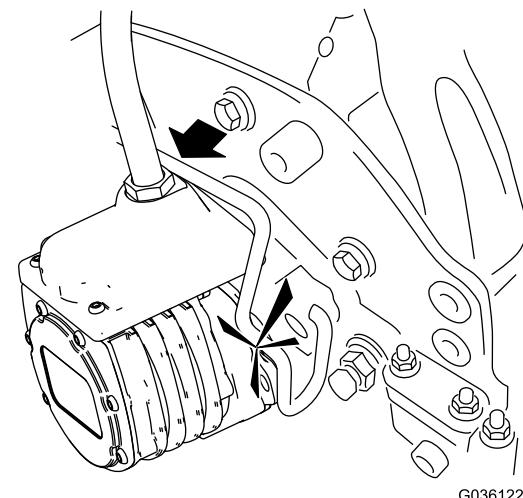

Figure 70
5. Enduissez de graisse propre l'arbre cannelé du moteur de l'unité de coupe (Figure 70).
6. Insérez le moteur dans le côté gauche de l'unité de coupe (vu par rapport à la position de l'utilisateur) et tirez la barre de retenue du moteur, située sur l'unité de coupe, vers le moteur jusqu'à ce que vous entendiez un déclic des deux côtés du moteur (Figure 70).